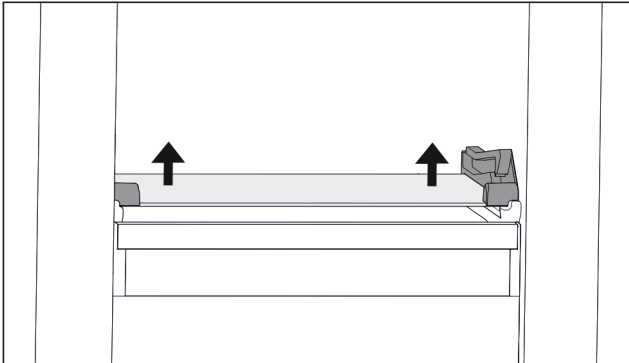

Fig. 108 Placa de vidrio del cajón inclinable
- ▶ Empuje la placa de vidrio desde abajo hacia arriba por ambos lados. (consulte Fig. 108)